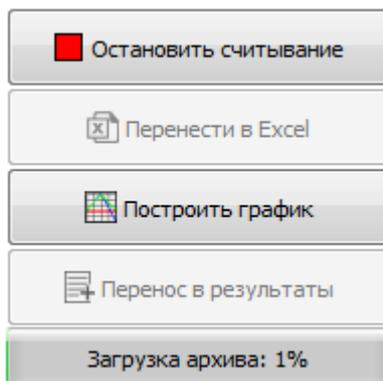

Рис.4 Процесс считывания архива
- появляется индикатор прогресса считывания архива (Рис.4);